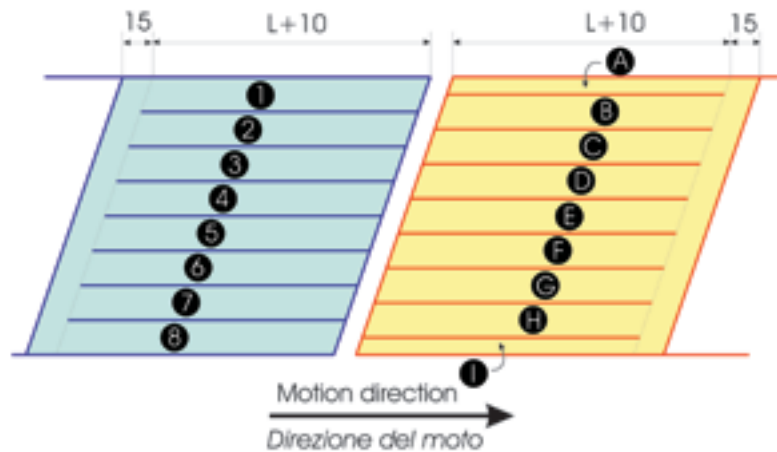

Fig. 1
3. Mark the cutting lines of width  $S$  following the scheme of Fig. 1, making sure that the narrow extremities (A and I) are opposite to the motion; the last couple of strips (A-1-I-8) must be adapted in width according to the belt width;
3. Disegnare le linee di taglio di larghezza  $S$  seguendo lo schema di Fig. 1 facendo attenzione che le estremità più strette (A ed I) vengano a trovarsi opposte al moto; l'ultima coppia di strisce (A-1-I-8) vanno adattate in larghezza in funzione della larghezza del nastro;